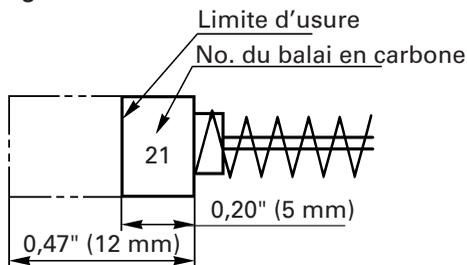

Fig. 6
4. Contrôle des balais en carbone (Fig. 6)
**REMARQUE :** Utiliser le balai en carbone HITACHI No. 21 indiqué sur la Fig. 6.